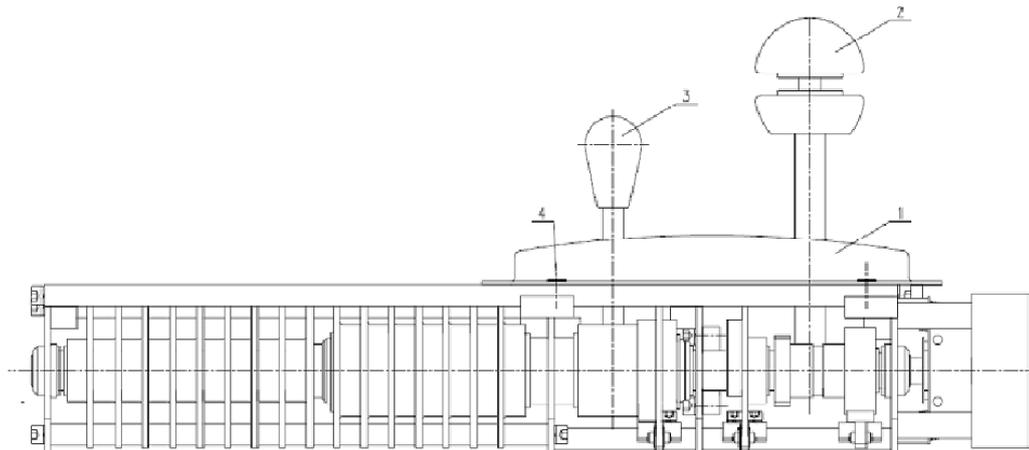

图 25 拧紧拉线组件上位于联锁支板两侧的螺母
- c) 参照步骤 12, 用两把扳手同时拧紧联锁支板两侧的拉线组件中的螺母使调整螺栓固定在联锁支板上 (在拧紧过程中注意勿使调整螺栓在联锁支板上的位置变动), 如图 25;